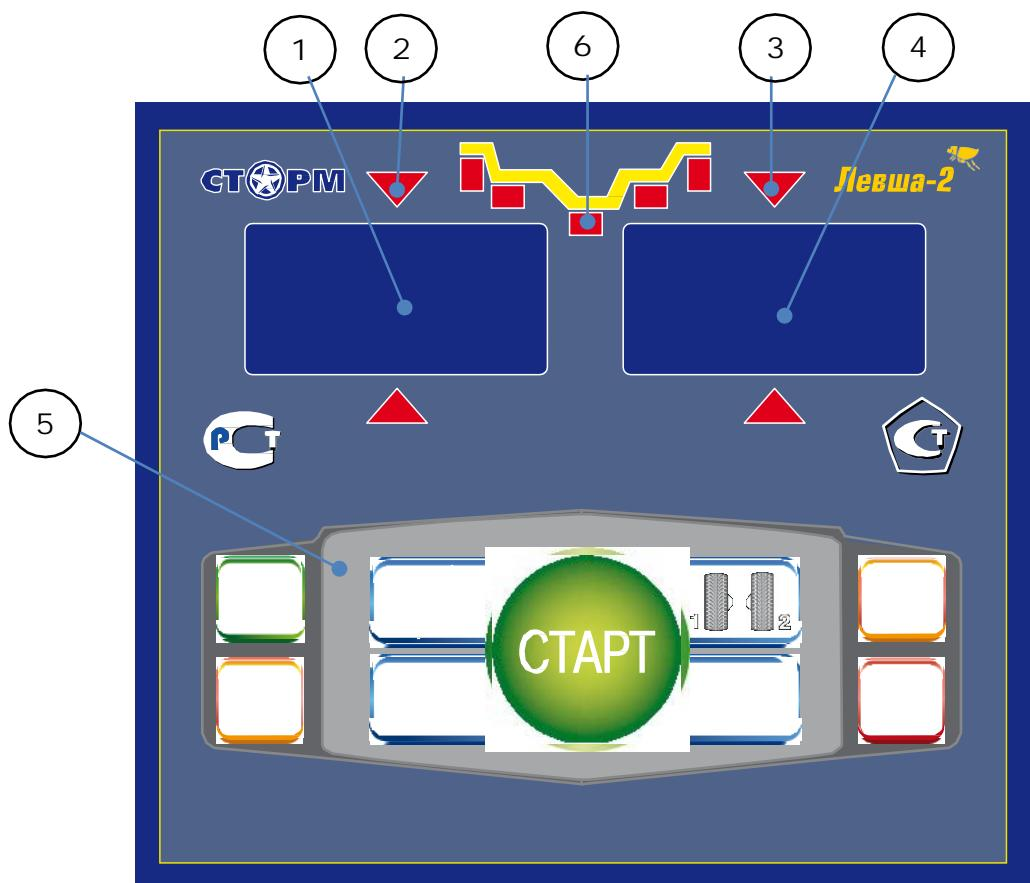

рис.8.1.
8.1. Общий вид лицевой панели показан на рис. 8.1.
При выдвижении штанги на индикаторах 1 (рис. 8.1) отображается значение параметра "A". Значение параметра "d" отображается на индикаторах 4.
Для ввода ширины нажмите кнопку "+" или "-" на индикаторах 1 (рис. 8.1) высветится "-b-", а на индикаторах 4 значение ширины диска. Через 2-3 сек после установки ширины индикаторы в режим отображения текущего дисбаланса.
Дважды нажать кнопку "A, d, b", после чего на индикаторах 1 (рис. 8.1) загорается символ "A", а на индикаторах 4 исходная величина дистанции. Нажимая кнопки "-" и "+" установить на индикаторах 4 требуемую величину дистанции. Через 2-3 сек после установки дистанции показания на индикаторах 1 и 4 возвращаются к отображению текущего дисбаланса, а кнопки "-" и "+" возвращаются в режим ввода ширины обода.
11.1. Переключение схем ALU1-ALU5 осуществляется последовательным нажатием кнопки "ALU" при этом схема установки грузов отображается загоранием соответствующих светодиодов 6 (рис. 8.1), кроме того, на индикаторах 1 отображаются
Эта функция обеспечивается тем, что каждый раз при вводе новых геометрических параметров и установке требуемой программы ALU, предыдущее состояние запоминается. Для перехода от одного набора параметров к другому необходимо нажать кнопку "1-2". Визуальный контроль того, какие параметры установлены в данный момент, осуществляется нажатием "A,d,b" на индикаторах 4 (рис.8.1) будут последовательно отображены, установленные в данный момент диаметр и ширина обода и дистанция.
13.1. При включении тумблера питания СБ на индикаторах 1 (рис. 8.1) высвечивается трёхзначное число -номер версии программного обеспечения. Через 2-3 сек на индикаторах 1 и 4 должны загореться нули, кроме того должны загореться светодиоды 6, что свидетельствует о включении режима стандартной балансировки с установкой на обеих плоскостях коррекции грузиков на пружинках. На светодиодах 2 и 3 (рис. 8.1) должны загореться оба светодиода.
13.2. При включении СБ программа измерения дисбаланса настраивается таким образом, что дисбаланс менее 8 г (заводская установка) на любой плоскости коррекции не показывается, в этом случае на индикаторах 1 и 4 (рис. 8.1) высвечиваются "0". Минимальный дисбаланс отображающийся на индикаторах 1 и 4 равен 8г. Дисбаланс, превышающий 8г, округляется до величины кратной 5, т. е. дисбаланс 9, 10, 11 и 12 г отображается цифрой 10, дисбаланс 13, 14, 15, 16 и 17 г - цифрой 15 и т. д. Для просмотра неокруглённого значения дисбаланса или дисбаланса менее 8г. необходимо нажать кнопку "<", при этом на индикаторах 1 и 4 на 2-3 сек высвечиваются фактические значения дисбаланса, определённые в данном запуске.
13.5.1. Поднимите защитный кожух. Вручную поворачивайте колесо в направлении, которое показывают светодиоды 2 и 3 (рис. 8.1.) до тех пор, пока не загорятся оба светодиода и начнут мигать вместе с значением массы корректирующих грузов.
14.2.1. Войти в программу калибровки СБ, для чего нажать и удерживать кнопку "С". На индикаторах 1 и 4 (рис.8.1), появятся мигающие символы "CAL". После звукового сигнала символы "CAL" загораются постоянно.